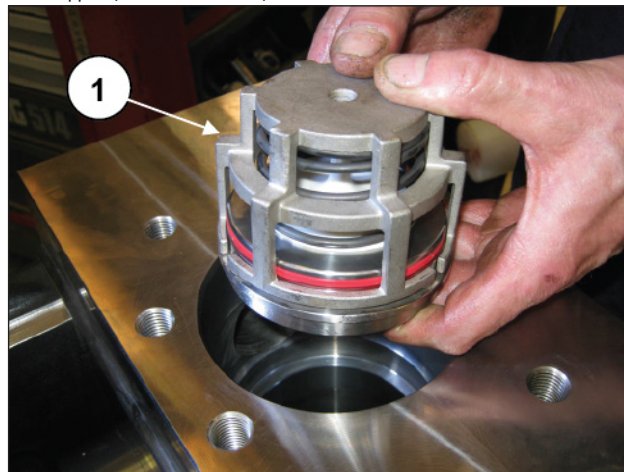
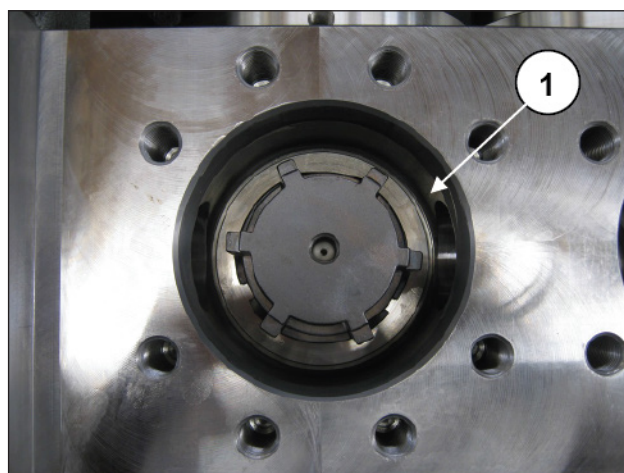

Рис. 185
Рис. 186
Вставьте узел нагнетательного клапана (поз. ①, Рис. 185). Клапанный узел должен быть вставлен до упора и выглядеть, как на поз. ①, Рис. 186.